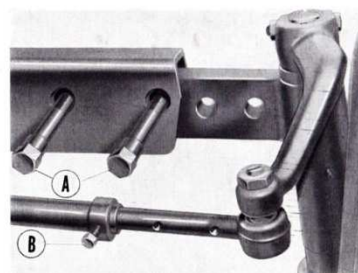

Fig. 33
- Déposer les boulons A (fig. 33).